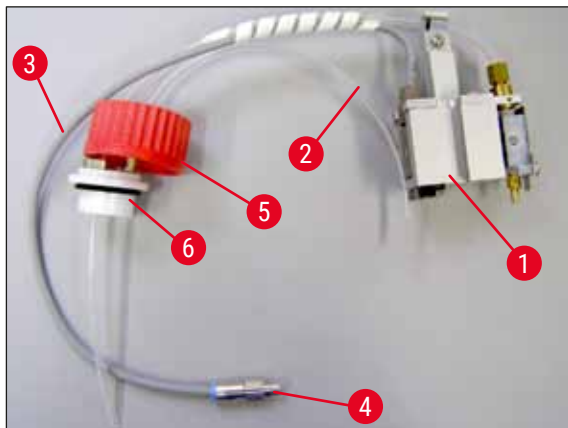

Fig. 10
1. Remova o grupo do distribuidor (→ Fig. 10) da embalagem.